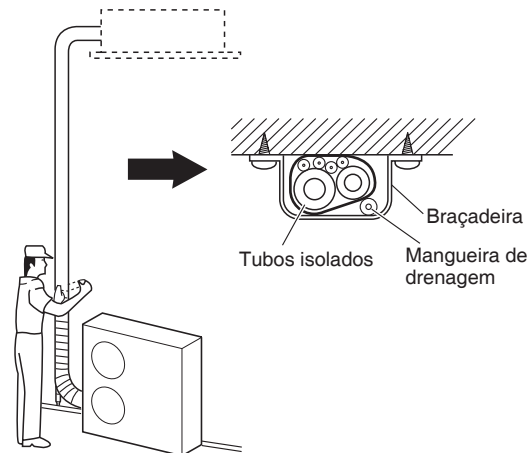

Fig. 5-9
- (1) Neste momento, os tubos de refrigeração (e a fiação elétrica se os códigos locais permitirem) devem ser colados com fita de blindagem em um pacote. Para evitar a condensação e transbordar o reservatório de drenagem, manter a mangueira de drenagem separada da tubulação de refrigeração.
- (2) Enrole a fita de blindagem a partir da parte inferior da unidade externa para a parte superior do tubo, onde ele entra na parede. Conforme enrolar o tubo, cada vez se sobrepõem a metade de fita anterior.
- (3) Prenda o pacote da tubulação na parede, usando aproximadamente uma braçadeira para cada metro. (Fig. 5-9)